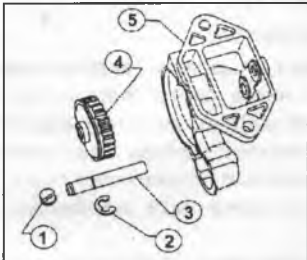

Рис. 303
ного типа. Для этого снимите пылезащитную крышку (1), пружинное упорное кольцо (2) и, придерживая промежуточную шестерню (4), выдавите вал промежуточной шестерни (3) из корпуса (5) (Рис.303).